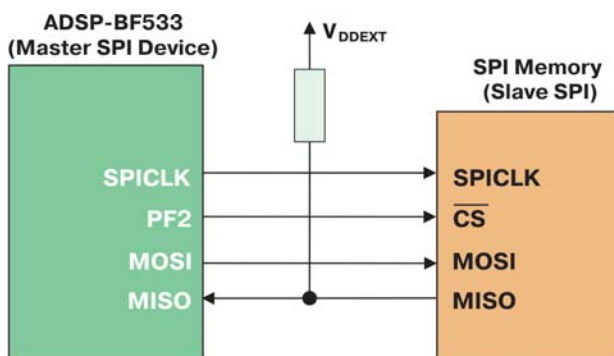

Рис. 3. Схема подключения микросхем флэш-памяти
Если считывается код, отличный от 0xFF, это означает, что в подключенной микросхеме памяти используется 24-разрядный адрес; в случае, если считывается код 0xFF, это означает, что к процессору подключены микросхемы AT45DB041B, AT45DB081B или AT45DB161B, которые имеют код операции чтения, отличный от 0x03 [3]. Для надежного считывания данных из микросхем флэш-памяти рекомендуется подключение внешнего резистора сопротивлением 10 кОм между цепью MISO и шиной питания (см. рис. 3) [1]. Необходимо также учитывать, что после включения питания или сигнала RESET для формирования сигнала выбора (CS) используется выход PF2.